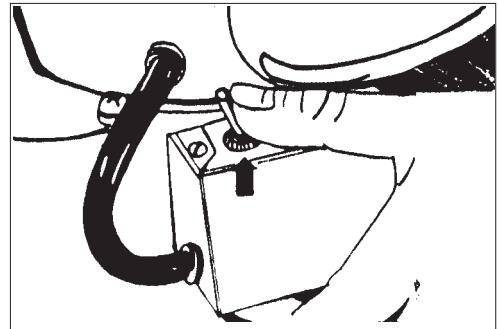

Figura 6
3. Inclíne la máquina hacia atrás de manera que la almohadilla de lijado no haga contacto con el piso. Consulte la figura 5.1. Seleccione la velocidad de corte. Utilice la velocidad alta para la extracción rápida del producto. Utilice la baja velocidad para cortes de acabado y trabajo personalizado. Consulte la figura 6.